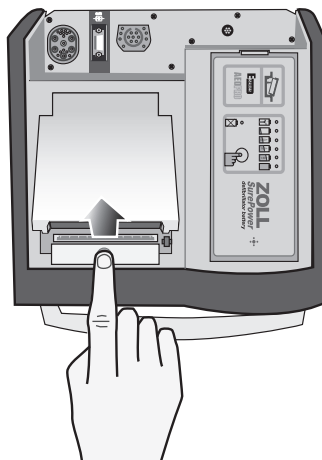

Abbildung 12-5. Öffnen der Druckerklappe
1. Drücken Sie die Entriegelungstaste, warten Sie, bis sich die Druckerklappe geöffnet hat (siehe Abbildung 12-5), und entnehmen Sie das Papier.